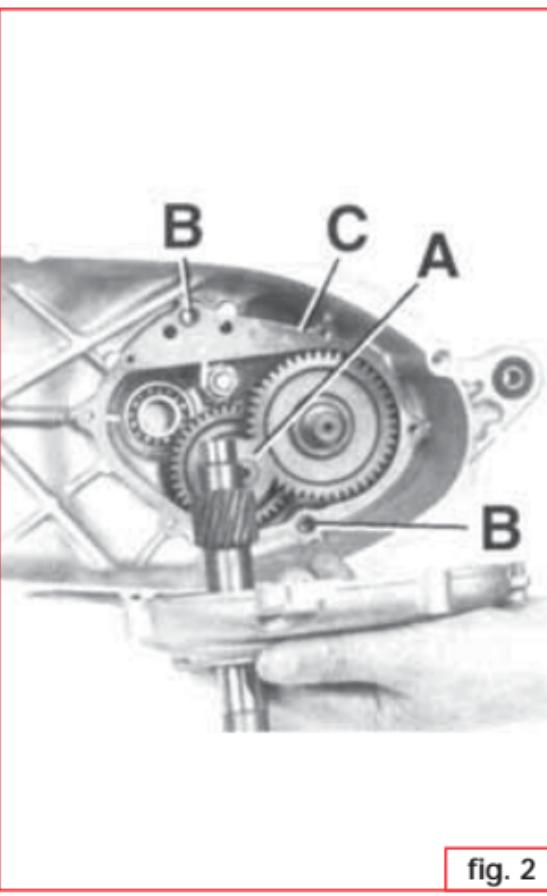

fig. 2
- Rimuovere il coperchio della scatola trasmissioni (**fig. 1**) togliendo le viti indicate dalle frecce. Fare attenzione a non danneggiare la guarnizione di tenuta C (**fig. 2**) e di non smarrire le boccole di centraggio B (**fig. 2**).
- Pulire la zona interna della scatola di riduzione finale e controllare l'esatta posizione di eventuali rasamenti A (**fig. 2**) o distanziali presenti all'interno della scatola stessa.
- Remove the transmission box cover (**fig. 1**) removing the screws indicated by the arrows. Take care not to damage gasket C (**fig. 2**) and not to mislay the centering bushes B (**fig. 2**).
- Clean the inside of the final gearbox and check the exact position of any shims A (**fig. 2**) or spacers inside the box.
- Enlever le couvercle de la boîte de transmission (**fig. 1**) en retirant les vis indiquées par les flèches. Faire attention à ne pas endommager le joint d'étanchéité C (**fig. 2**) et à ne pas perdre les bagues de centrage B (**fig. 2**).
- Nettoyer l'intérieur du boîtier du réducteur final et contrôler la position exacte des cales A (**fig. 2**) ou entretoises se trouvant éventuellement dans le boîtier même.
- Den Deckel des Antriebsgehäuses entfernen (**fig. 1**). Dazu die durch Pfeile gekennzeichneten Schrauben abschrauben. Während dieses Vorgangs ist darauf zu achten, die Abdichtung C (**fig. 2**) nicht zu beschädigen und die Zentrierbuchsen B (**fig. 2**) nicht zu verlieren.
- Das Innere des Unterstellungsgtriebegehäuses reinigen und etwaige Zwischenscheiben A (**fig. 2**) oder Distanzstücke im Innern des Gehäuses auf ihre exakte Positionierung überprüfen.
- Retirar la tapa de la caja de transmisiones (**fig. 1**) quitando los tornillos indicados por las flechas. Poner atención para no dañar las juntas de retención C (**fig. 2**) y no perder los anillos de centrado B (**fig. 2**).
- Limpiar la zona interna de la caja de reducción final y controlar la exacta posición de eventuales niveladores A (**fig. 2**) o espaciadores presentes adentro de la caja misma.
- Montare il coperchio della scatola di riduzione finale, **fig. 1**, dopo aver controllato la perfetta integrità della guarnizione C **fig. 2** oppure qualora sia presente la pasta per guarnizione, riutilizzare la pasta per guarnizioni per creare la nuova guarnizione. Qualora la guarnizione non sia perfetta sostituirla con una nuova originale. Serrare le viti indicate in **fig. 1** con una coppia di serraggio di 12Nm. Controllare che la ruota ruoti liberamente senza sforzo per verificare il corretto montaggio.
- First of all check if the gasket C **fig. 2** is in perfect condition and then fit the cover of the final gearbox, **fig. 1**. Otherwise, if the gasket paste is supplied, re-use it to create the new gasket. If the gasket is not perfect, check if the wheel turns smoothly without excessive effort.
- Monter le couvercle du boîtier de réduction finale, **fig. 1**, après avoir contrôlé que le joint C, **fig. 2**, est parfaitement intègre; ou, s'il y a de la pâte pour joints, ré-utiliser cette pâte pour créer le nouveau joint. Si le joint n'est pas en parfait état, le remplacer avec un autre joint d'origine. Serrer les vis indiquées en **fig. 1** à un couple de serrage de 12Nm. Pour vérifier que le montage est correct, contrôler que la roue tourne librement et sans efforts.
- Den Deckel des Untersetzungsgetriebegehäuses montieren, **fig. 1**. Anschließend den einwandfreien Zustand der Abdichtung C **fig. 2** überprüfen oder falls die Dichtungspaste vorhanden ist, eine neue Dichtung vorsehen. Falls die Abdichtung in irgend einer Weise Mängel aufweist, diese mit einer neuer Original-Abdichtung ersetzen. Die Schrauben wie in Abb.1 angegeben mit einem Anzugsmoment von 12 Nm anziehen. Danach kontrollieren, dass die Räder mühelos frei laufen, was auf eine ordnungsgemäße Montage schließen lässt.
- Montar la tapa de la caja de reducción final, **fig. 1**, después de haber controlado la perfecta integridad de la junta C **fig. 2**, o si se encuentra la pasta para juntas, utilizarla para crear la junta nueva. Si la junta no estuviese perfecta sustituirla con una nueva original. Ajustar los tornillos indicados en la **fig. 1** con un par de cierre de 12Nm. Controlar que la rueda gire libremente sin esfuerzo para verificar el correcto montaje.